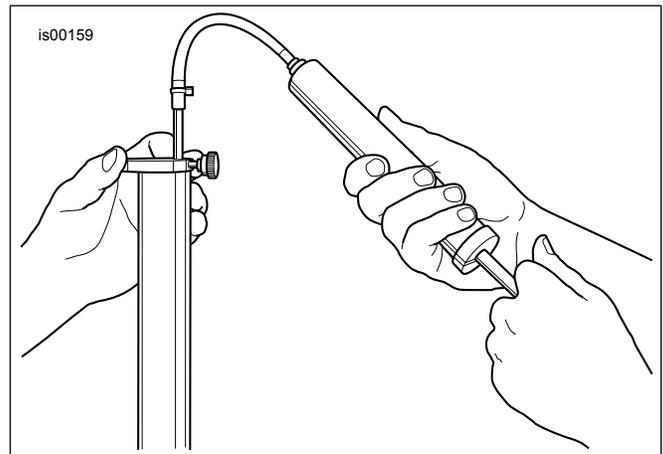

Abbildung 5. Überschüssiges Gabelöl entfernen (HD-59000B)
- a. Siehe Abbildung 5 >. Den Ölstandsmesser der Vorderradgabel (HD-59000B) bereitlegen.